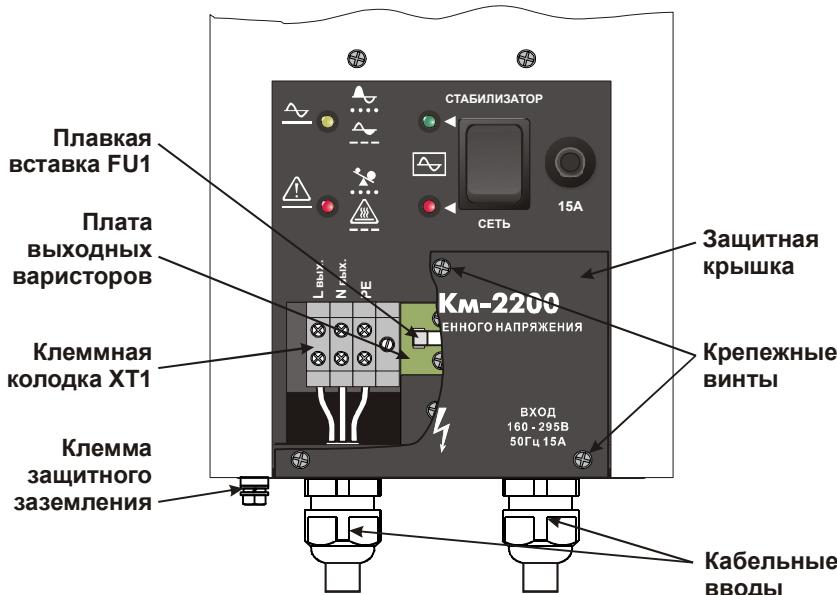

Рисунок 4 – Верхняя панель и органы подключения стабилизатора
**10.2.1** Дополнительную защиту выхода стабилизатора от импульсных перенапряжений обеспечивают варисторы (RU6, RU7 согласно схеме на рисунке 2), установленные на плате выходных варисторов (рисунок 4). При питании выхода стабилизатора по обводной цепи и подаче на вход изделия напряжения, превышающего 300 В действующего значения, а так же при подаче напряжения того же уровня на нейтральный проводник относительно защитного проводника PE, возможен пробой указанных варисторов. При пробое варисторы, как правило, переходят в короткозамкнутое состояние. Для защиты от развития сверхтоков при пробое варисторов, на плате выходных варисторов установлена плавкая вставка FU1, перегораящая в аварийной ситуации.